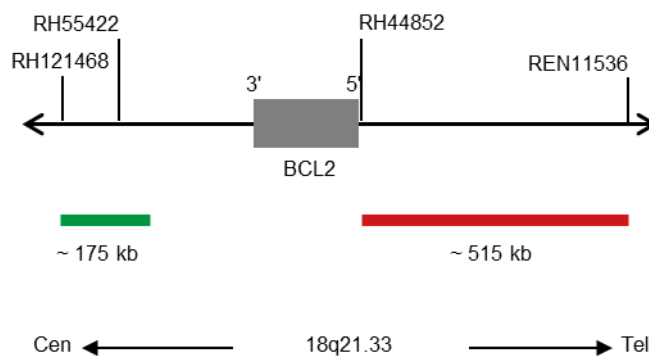

Fig. 1: SPEC BCL2 Cartographie de la sonde (pas à l'échelle)
- Polynucléotides marqués à la digoxigénine (~0,50 ng/μl), qui visent la cartographie des séquences dans 18q21.33* (chr18:60,415,418-60,589,273) proximale de la région des points de rupture de BCL2 (voir Fig. 1).
- Polynucléotides marqués aux dinitrophényles (~0,75 ng/μl), qui visent la cartographie des séquences dans 18q21.33* (chr18:60,994,528-61,507,691) distale de la région des points de rupture de BCL2 (voir figure 1).